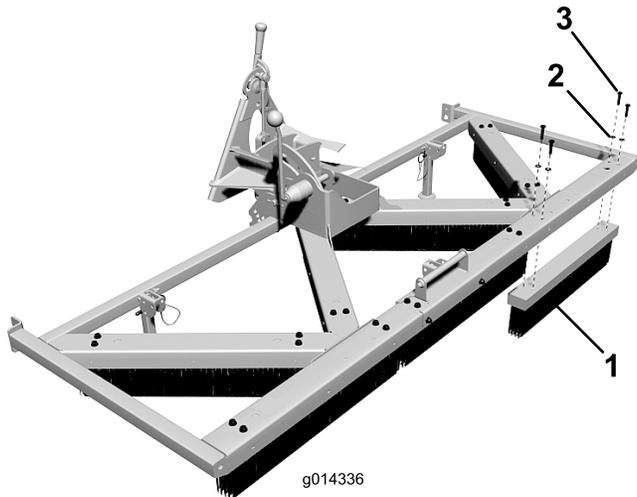

Figura 5
1. Fissate ciascuna delle (7) spazzole alla parte inferiore del gruppo spazzolatrice per tappeto erboso con (4) bulloni da 5/16 x 1-1/2 e (4) rondelle. Posizionate le spazzole come illustrato in Figura 5.